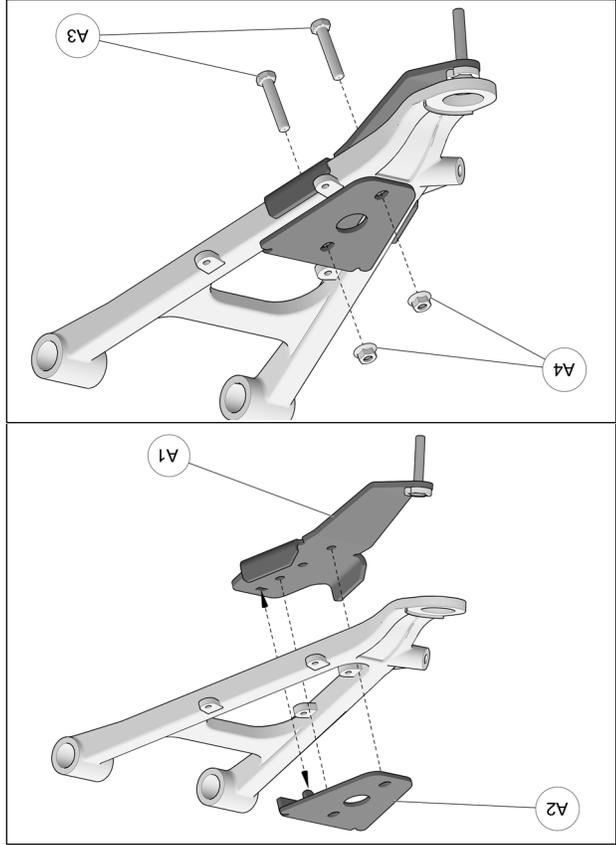

Fig. 16
5. Positionner la partie inférieure de l'ancrage anti-rotation (A1) sous le bras de suspension inférieur. Positionner la partie supérieure (A2) au-dessus du bras de suspension de façon à ce que le trou de la partie supérieure s'aligne avec celui au milieu de la partie inférieure. Insérer les boulons M10x55mm (A3) par le dessus de l'ancrage. Assembler les deux parties avec les écrous (A4) fournis. Serrer l'assemblage à un couple de 50 N•m [37 lb•pi]. Voir la Fig. 16